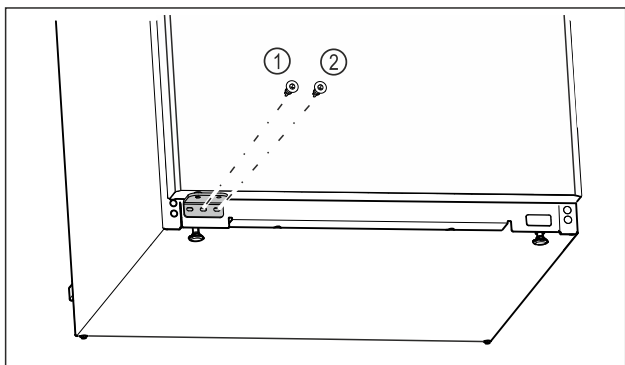

Fig. 23
- Zaskrutkujte strednú skrutku ložiskovej konzoly Fig. 23 (1) skrutkovačom Torx 20.
- Zaskrutkujte vnútornú skrutku ložiskovej konzoly Fig. 23 (2) skrutkovačom Torx 20.